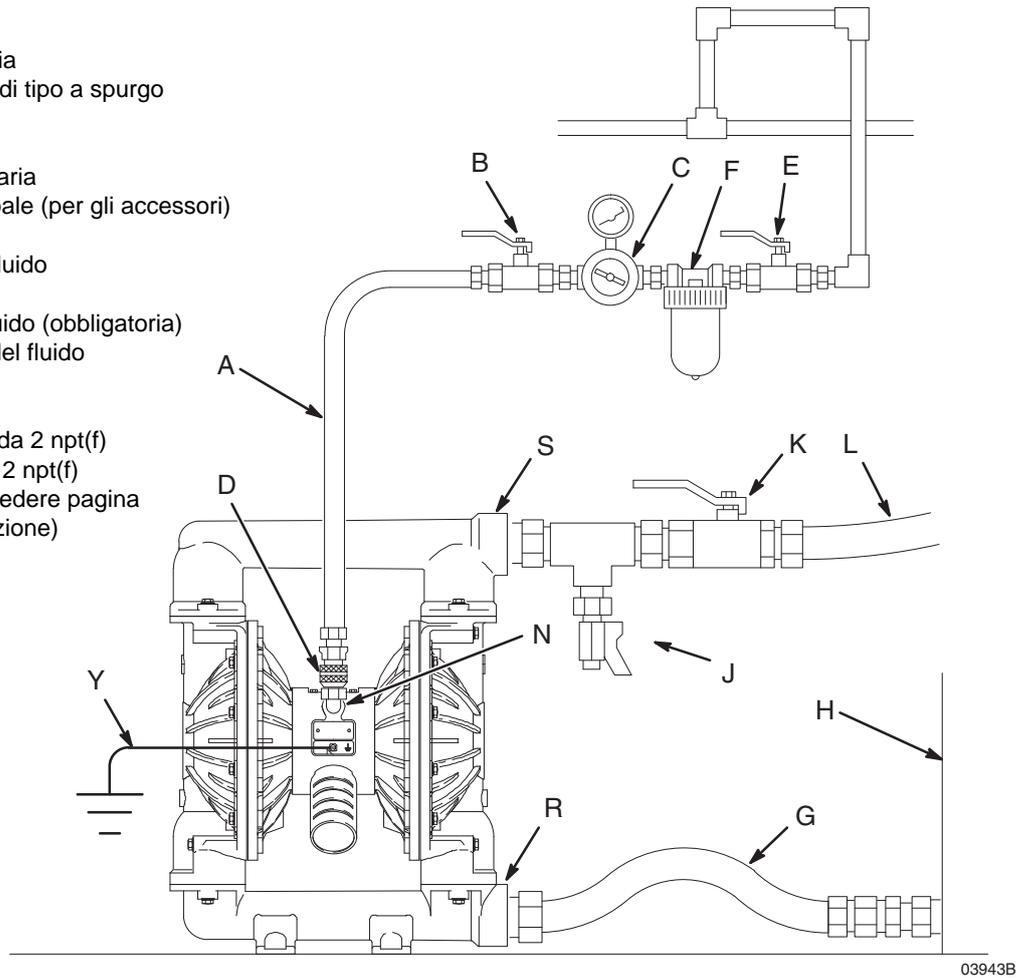

FIG. 2
Il sistema necessita di una valvola di sfiato principale del tipo a spurgo (B) per eliminare l'aria rimasta intrappolata tra la valvola stessa e la pompa. Senza questo accorgimento l'aria intrappolata può avviare accidentalmente la pompa, causando gravi lesioni fisiche, comprese quelle derivanti da spruzzi negli occhi o sulla pelle esposta o contaminazione da fluidi pericolosi. Consultare FIG. 2.
1. Installare gli accessori della linea dell'aria come illustrato nella FIG. 2. Montare questi accessori sulla parete o su una staffa. Assicurarsi che la linea aria che rifornisce gli accessori sia collegata a terra.
- a. Installare un regolatore d'aria (C) e un manometro per controllare la pressione del fluido. La pressione del fluido in uscita sarà uguale all'impostazione del regolatore dell'aria.
- b. Individuare una valvola dell'aria principale del tipo a spurgo (B) vicino alla pompa e utilizzarla per rilasciare l'aria bloccata. Vedere la sezione **AVVERTENZA** precedente. Individuare l'altra valvola di spurgo principale (E) a monte di tutti gli accessori della condotta d'aria ed utilizzarla per isolarle durante la pulizia e la riparazione.
- c. Il filtro della linea aria (F) elimina la sporcizia e l'umidità dell'aria compressa alimentata.
2. Installare un tubo flessibile dell'aria collegato a terra (A) tra gli accessori e l'ingresso aria della pompa da 1/2 npt(f) (N). Vedere la Fig. 2. Utilizzare un tubo aria di almeno 13 mm (1/2") di diametro interno. Avvitare un accoppiatore a scollegamento rapido (D) della linea aria a un'estremità del flessibile dell'aria (A) e avvitare con precisione il raccordo di accoppiamento alla presa d'aria della pompa. Non collegare l'accoppiatore (D) al raccordo fin quando non si è pronti per utilizzare la pompa.
Una valvola di drenaggio del fluido (J) è necessaria per diminuire la pressione nel flessibile se è stato collegato. La valvola di sfogo riduce il rischio di lesioni gravi, inclusi spruzzi di fluido o di solvente negli occhi o sulla pelle, oppure di scariche statiche quando si fa scaricare la pressione. Installare la valvola vicino allo sbocco del fluido dalla pompa. Consultare FIG. 2.
1. **Utilizzare tubi del fluido flessibili collegati a terra (L).** Il bocchettone di uscita del fluido dalla pompa (S) è da 2 pollici npt(f). Avvitare saldamente il raccordo del fluido al bocchettone d'uscita della pompa.
2. Installare una valvola di drenaggio del fluido (J) vicino allo sbocco del fluido. Vedere la sezione **AVVERTENZA** precedente.
3. Installare una valvola di intercettazione (K) nella linea di uscita del fluido.
4. Posizionare la parte terminale del tubo del fluido (L) in un contenitore appropriato.
5. Chiudere la valvola di drenaggio del fluido (J). Consultare FIG. 2.
6. Con il regolatore dell'aria della pompa chiuso (C), aprire tutte le valvole di sfianto principali del tipo a spurgo (B, E).
8. Aprire lentamente il regolatore dell'aria (C) fin quando la pompa non inizia a girare. Consentire alla pompa di funzionare lentamente fin quando tutta l'aria non è uscita dalle linee e la pompa non è adescata.